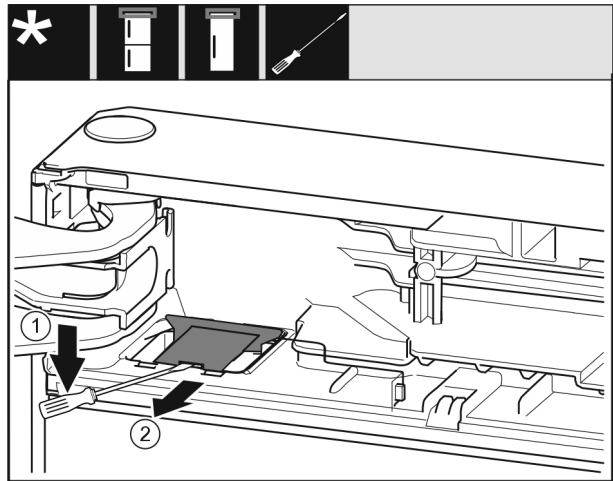

Fig. 7
► Nxirrni nga foleja kapakun mbulues me një kaçavidë dhe ngrijeni lart. Fig. 7 (1)
► Nxirrni jashtë kapakun mbulues. Fig. 7 (2)